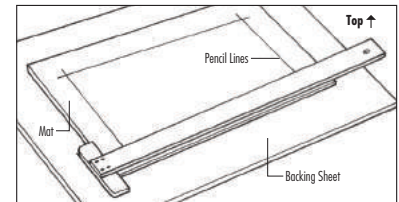

Fig. 2
- 2 On back of mat draw pencil lines for location of opening. Place mat on piece of scrap matboard. Place straight edge along outside of pencil line. (Fig. 2)
- 2 Sur le dos du cache, tirer des lignes au crayon pour situer l'ouverture. Placer le cache sur un morceau de carton. Placer la règle le long du côté extérieur de la ligne au crayon (Fig. 2).
- 2 Con un lápiz, marque la posición de la apertura en la cara trasera del cartón. Ponga la cartulina a cortar encima de un cartón trasero. Alinear la regla desde el exterior en la línea a lápiz (Fig. 2).
- 2 Mit Bleistiftlinien Position der Öffnung auf der Rückseite des Kartons markieren. Zu schneidenden Karton auf Unterlagekarton legen. Lineal außen an der Hilfslinie anlegen (Fig. 2).
- 2 Segnare in matita sul retro del cartoncino le linee del taglio. Posizionare il passapartout sul cartoncino di scarto. Posizionare una riga all'esterno della linea tracciata a matita (Fig. 2)